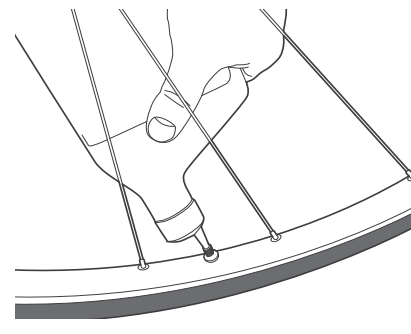

Abb. 25. Füllen Sie das Dichtmittel durch die Ventilöffnung ein.
4. Füllen Sie das Dichtmittel durch die Ventilöffnung ein (Abb. 25). Angaben zur empfohlenen Menge entnehmen Sie bitte dem Dichtmittelbehälter.